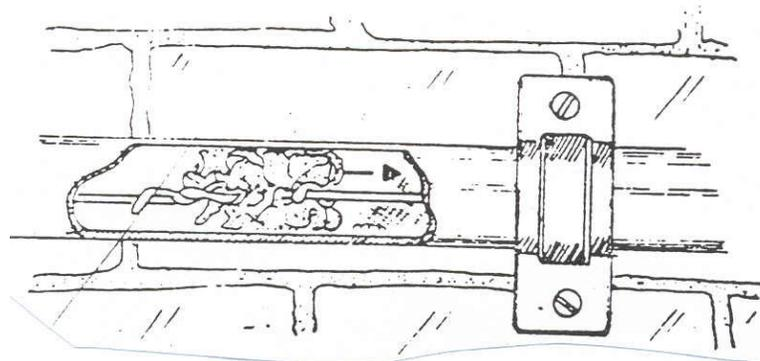

Fig. 49
c) Puxe o fio pescador, até que a estopa saia do outro lado (caixa seguinte) deixando o eletroduto internamente seco e limpo (fig. 49).